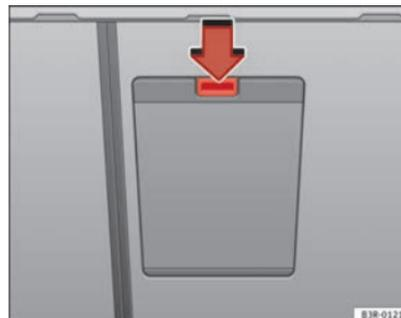

Abb. 117 Ausschnitt der Rücksitzbank von hinten: Deckel der Durchladesackeinstellung
- Drücken Sie die Entriegelungstaste für den Deckel des Durchladesacks ⇒ Abb. 117 -Pfeil- und schwenken Sie ihn nach unten.